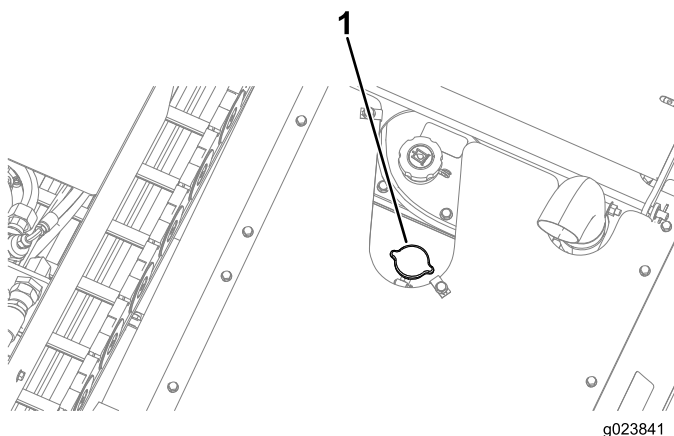

Figura 145
- 3. Retire a tampa do radiador (Figura 145).
- Instale a tampa do bocal de enchimento do radiador, apertando-a até estar estanque (Figura 145).